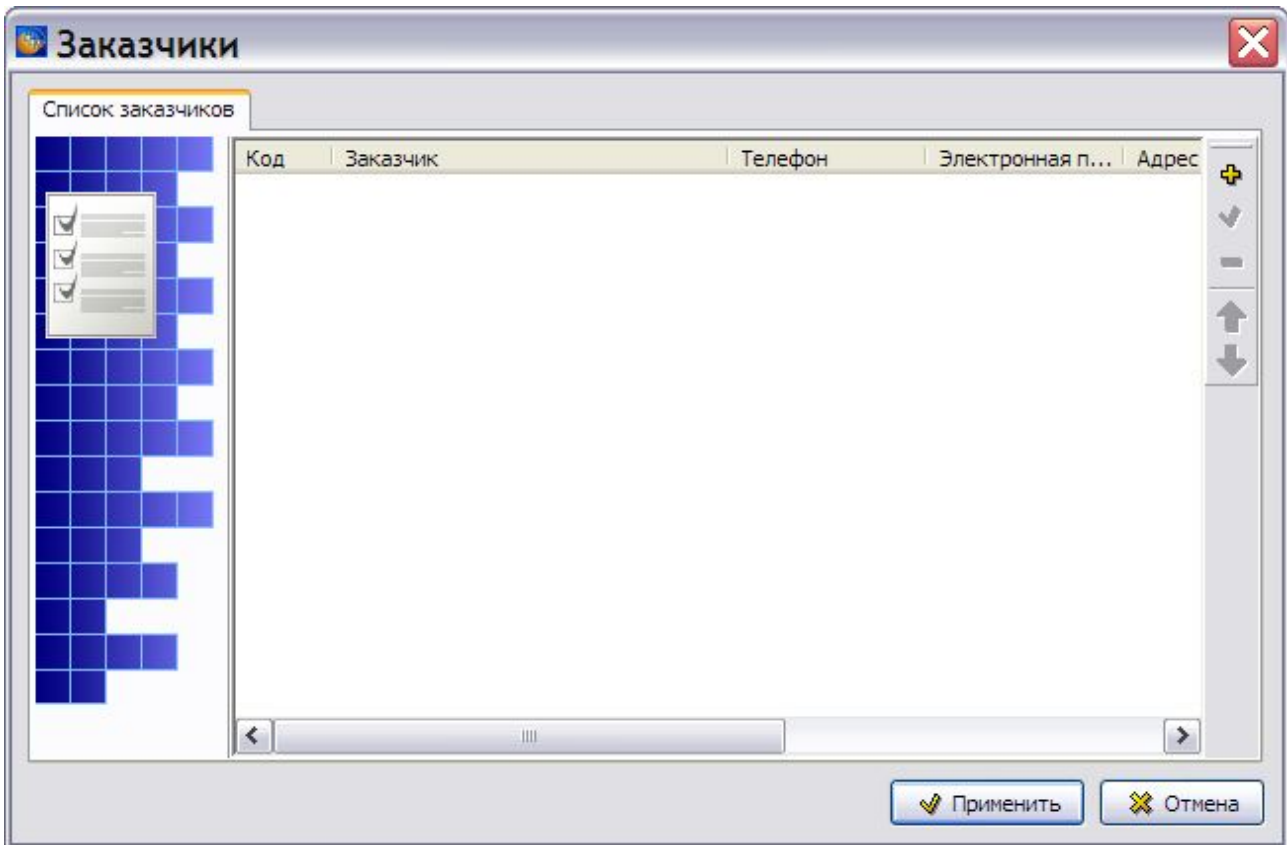

Рис. 11.2
**Список клиентов**  на панели инструментов. После этого появится диалоговое окно **Заказчики** (Рис. 11.2).